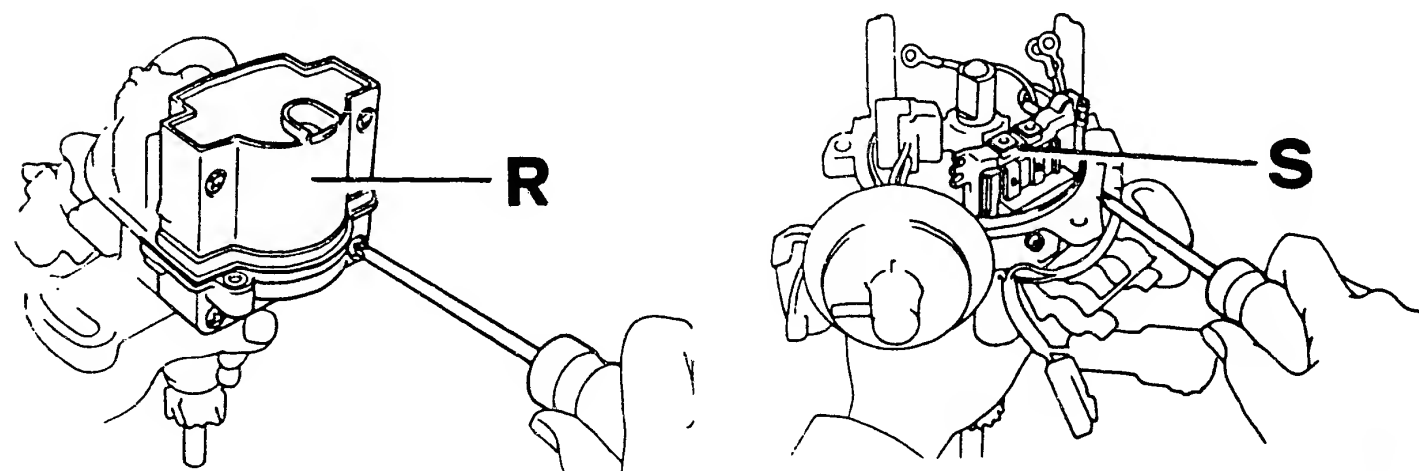

Bild 51 Ausbau der Zündspule (R) und des Schaltgerätes (S) aus dem Zündverteiler.
a) Der **Zündverteiler** sitzt am Zylinderkopf und wird von der Nockenwelle angetrieben. Das Zerlegen des Zündverters beinhaltet nebst den üblichen Arbeiten den Abbau der Zündspule, des Schaltgerätes und deren Abdeckkappen (Bild 51).